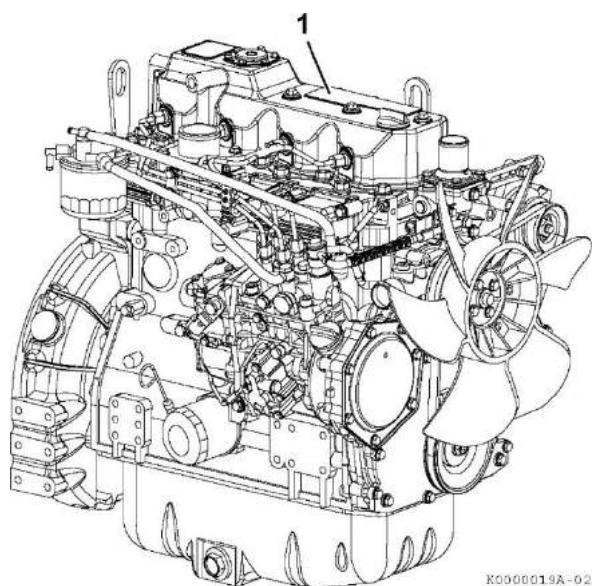
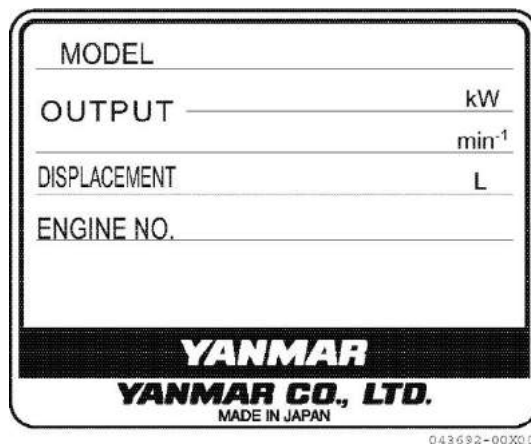

Рисунок 10
Рисунок 11
Заводская табличка двигателя (рисунок 11) расположена на верхней стороне двигателя (рисунок 10 (1)).